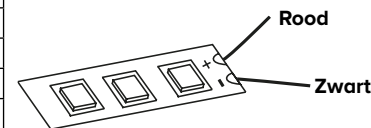

FIG 2.
2. **Let op de polariteit.** De + en de - van de strip moeten overeenkomen met de + en de - van de connector (zie fig 2). + : Rood. - : Zwart. De connector past maar op één manier op de ledstrip.